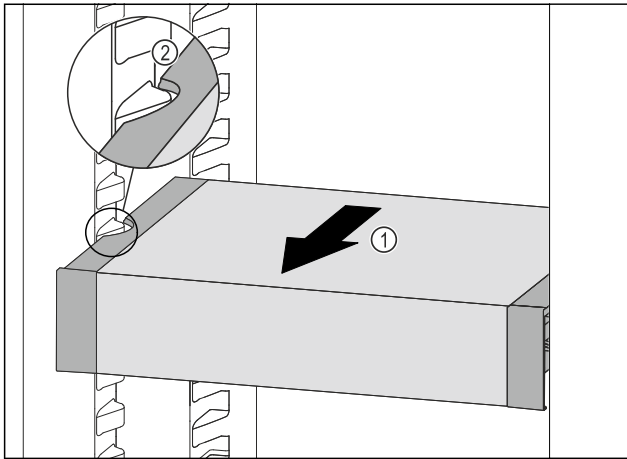

Fig. 101
- ▶ VarioSafe nach vorne ziehen Fig. 101 (1), bis sich die seitlichen Aussparungen des VarioSafes auf Höhe der Behälterrippe im Kühlteil befinden. Fig. 101 (2)